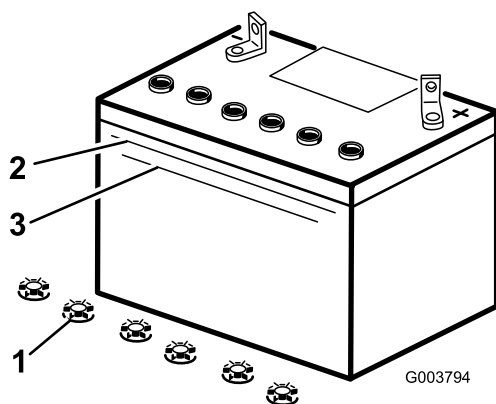

Figura 41
3. Osservate il fianco della batteria. L'elettrolito deve raggiungere la linea superiore (Figura 41). Non lasciate scendere l'elettrolito sotto la linea inferiore (Figura 41).
5. Togliete i tappi di rifornimento dalla batteria (Figura 41).
6. Aggiungete lentamente acqua distillata in ogni elemento della batteria finché l'elettrolito non raggiunge la linea superiore (Figura 41) sulla scatola della batteria.
7. Attendete 5 o 10 minuti dopo avere riempito gli elementi della batteria. All'occorrenza, aggiungete acqua distillata finché l'elettrolito non raggiunge la linea superiore (Figura 41) sulla scatola della batteria.